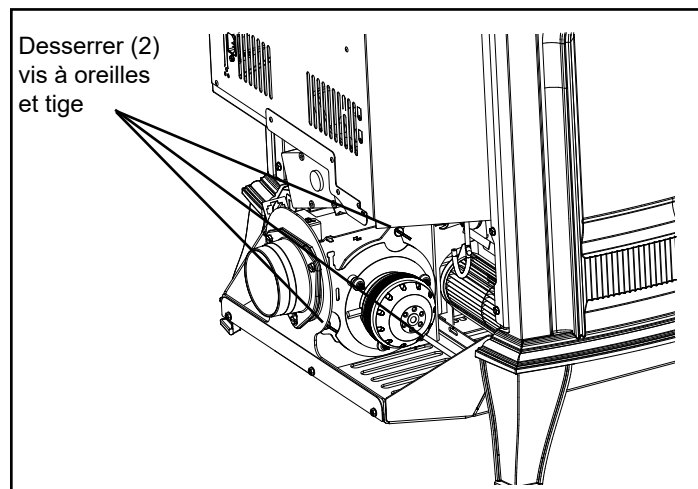

Figure 2.7
- Retirez le ventilateur de combustion en desserrant les 2 vis à oreilles et la tige (Figure 2.7), tournez la plaque de montage du ventilateur de combustion dans le sens antihoraire pour le déverrouiller et tirez le ventilateur vers l'extérieur.